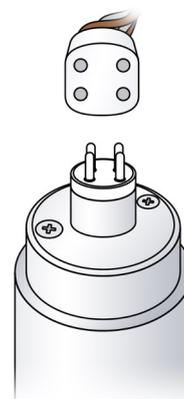

Fig. 3
- COLLEGARE il connettore della lampada all'estremità della lampada UV assicurandosi che il connettore sia allineato correttamente con i perni (fare riferimento alla Fig. 3 nella pagina precedente)